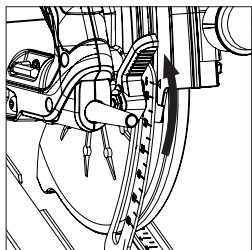

Fig. 10
- Allentare il meccanismo di bloccaggio della profondità di taglio tirando verso l'alto la leva di funzionamento. (Fig. 10) (mostrato su CCSL. Tutti gli altri modelli sono simili).